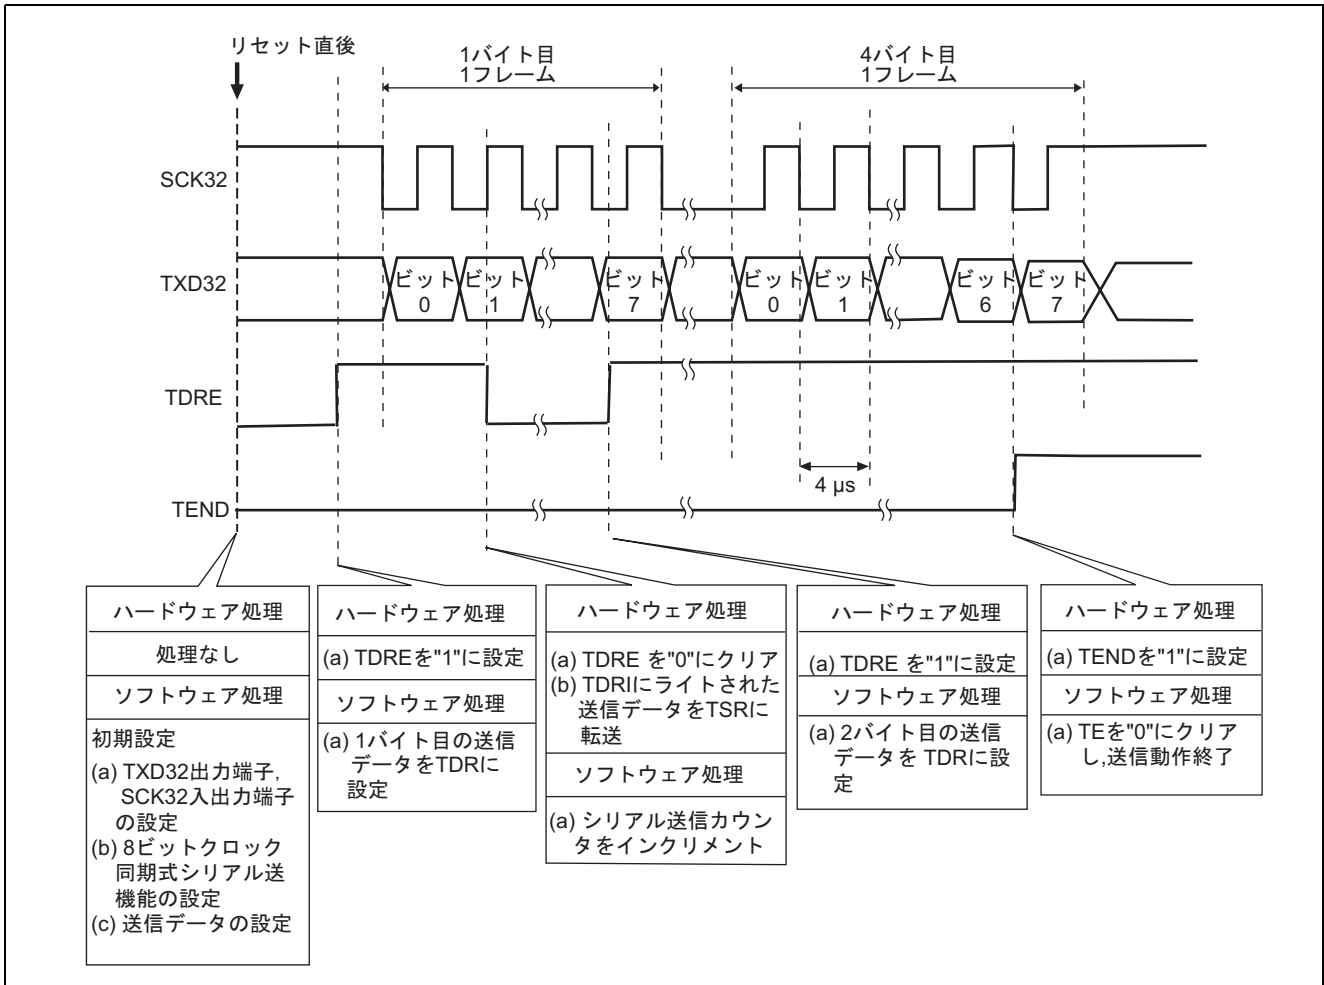

図3 クロック同期式シリアルデータ送信の動作説明
(1) 図3に動作説明を示します。図3に示すようなハードウェア処理, およびソフトウェア処理によりクロック同期式シリアルデータ送信を行います。